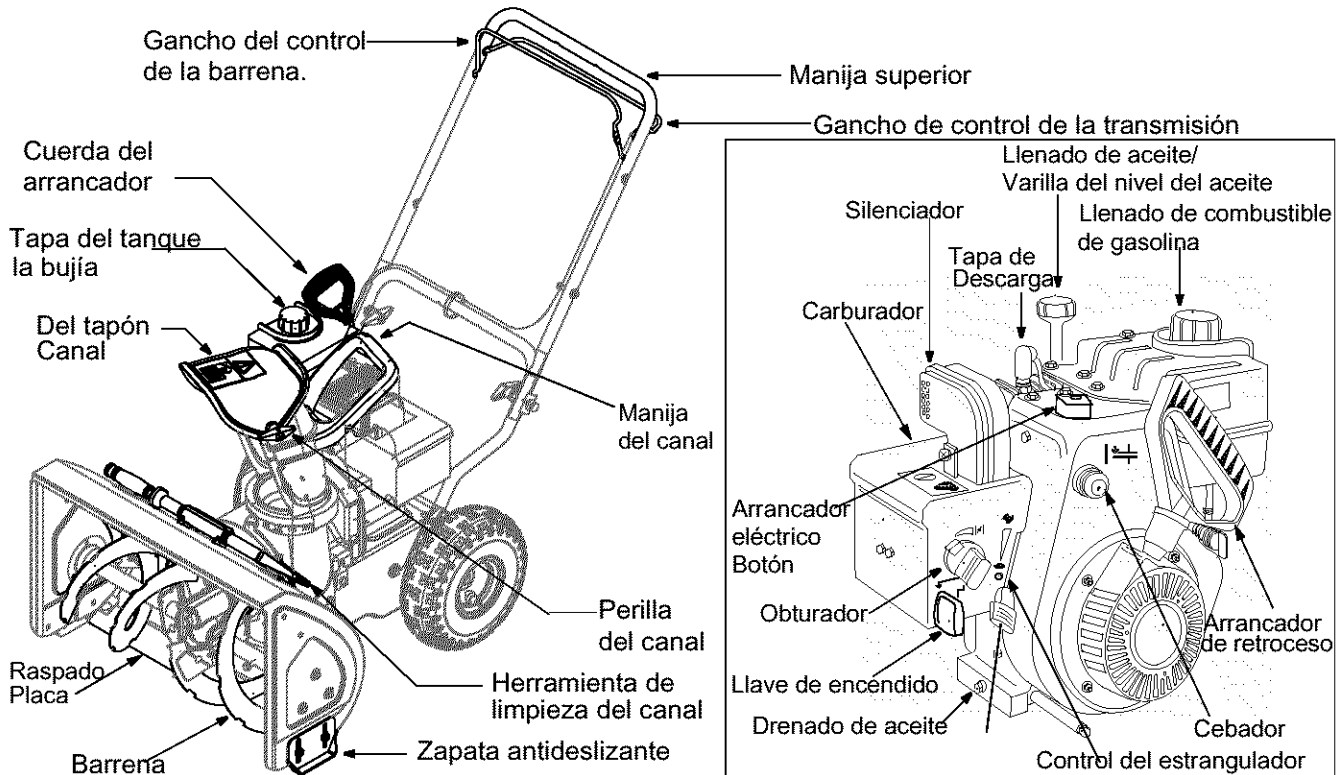

Figura 6
Se puede ajustar el espacio que existe entre la placa de raspado y el suelo. Refiera al Figura 6 para la localización. Si desea quitar nieve al ras del suelo, coloque las zapatas antideslizantes en la posición baja. Use las posiciones media o alta cuando la superficie que desea limpiar sea despareja.
(Ver Figura 6)
1. Saque la varilla del nivel de aceite del orificio de llenado de aceite. Por la ubicación del orificio de llenado de aceite, consulte Figura 6.
- Para ubicar todos los controles del motor en esta sección, ver la sección de inserción Figura 6.